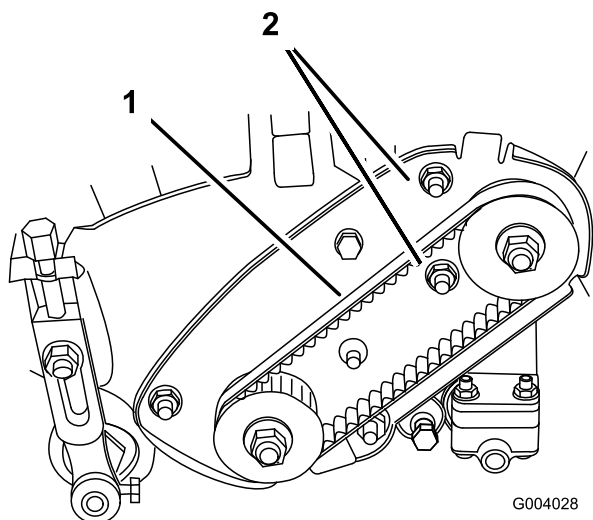

Bild 32
A. Lösen Sie die Befestigungsmuttern des Lagergehäuses (Bild 32).
C. Ziehen Sie die Befestigungsmuttern des Lagergehäuses (Bild 32) fest. Ziehen Sie den Riemen nicht zu stark an.